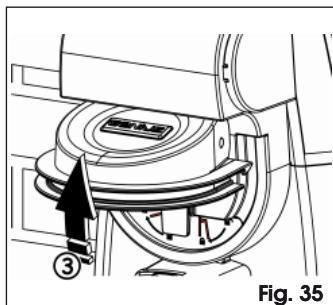

Fig. 35
2. Abra la tapa de desbloqueo, Fig. 35.